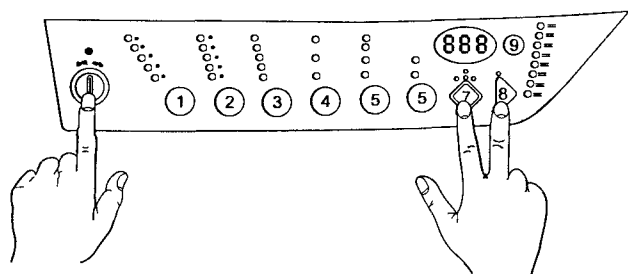
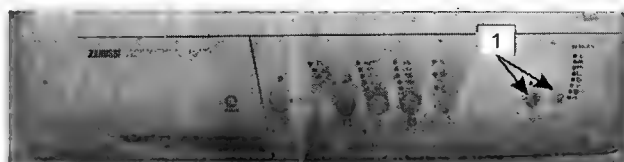

Рис. 5.3.4. Вход в диагностический режим
Рис. 5.3.5. Вход в диагностический режим
Панель управления может быть как с дисплеем и светодиодами (рис. 5.3.4) или только со светодиодами (рис. 5.3.5).
- нажать одновременно на кнопки «старт» и «сброс», как показано на рис. 5.3.4 и, удерживая их в нажатом состоянии, включают СМ,